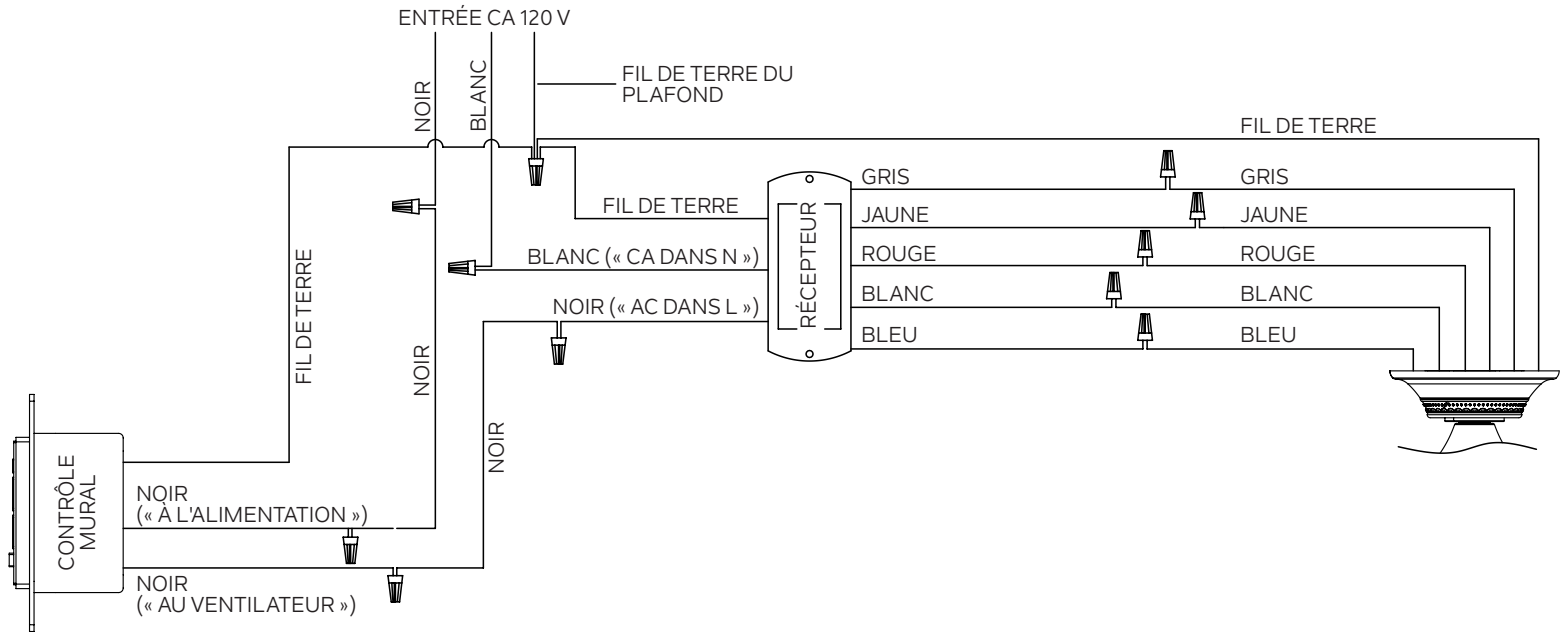

Fig. 14
**Étape 2.** Connectez les fils à l'aide des connecteurs comme indiqué dans le SCHEMA DE CÂBLAGE. (Fig.14)